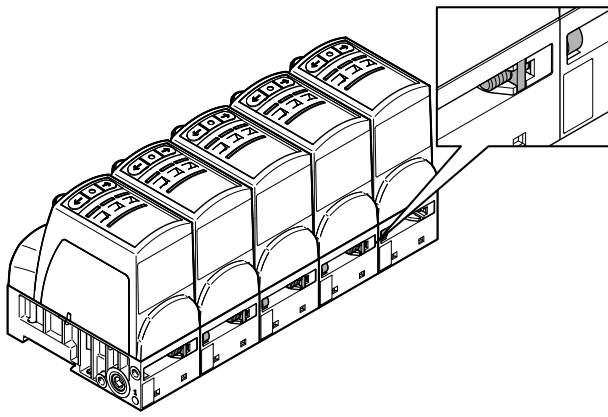

Fig. 4 Verschraubung Ventiltrückseite
4. Ventile an der Rückseite mit Zylinderschrauben und Vierkantschrauben verbinden. Anziehdrehmoment: 1,2 ± 0,2 Nm -> Fig.4